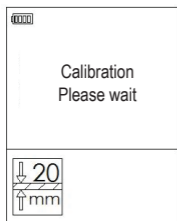

Abb. 5
- Zum Kalibrieren schalten Sie das Lasermess- und Ortungsgerät mit der Taste Ein/Aus (2) ein.
- Drücken Sie die Ortungstaste Holz (1), um den Ortungsmodus für nichtmetallische Objekte einzuschalten. Der aktuelle Erkennungsmodus wird per Sprachansage angesagt, wenn diese eingeschaltet ist.
- Die Kalibrierung beginnt automatisch. Bewegen Sie das Lasermess- und Ortungsgerät für ca. 1-3 Sekunden nicht und warten Sie, bis die Kalibrierung abgeschlossen ist (wie in Abb. 5 und 6 gezeigt), bevor Sie mit dem Orten beginnen können.